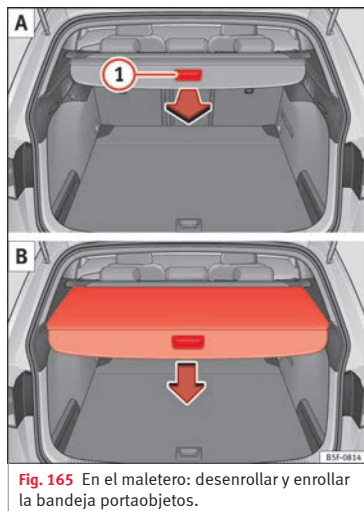

Fig. 165 En el maletero: desenrollar y enrollar la bandeja portaobjetos.
• Tire uniformemente de la bandeja portaobjetos por el asidero » **fig. 165** ① **A** hacia atrás y extráigala hasta el tope hasta que encastre de forma audible.
• Presione sobre el asidero de la bandeja portaobjetos en el sentido de la flecha hasta desbloquearla » **fig. 165** **B**.